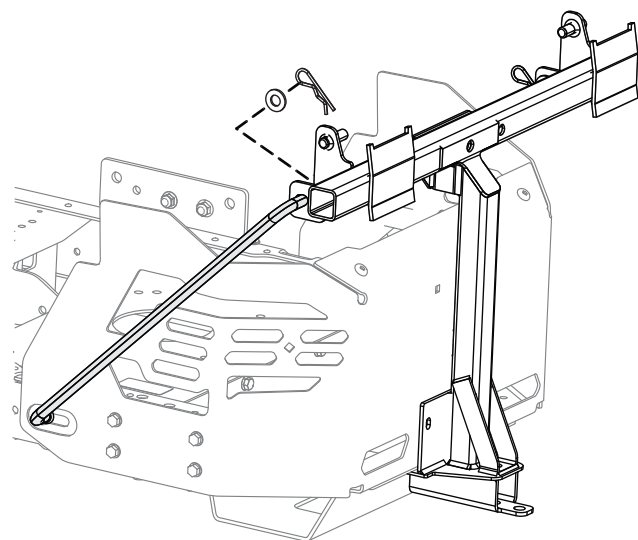

Figure 5
7. Placez l'extrémité évasée et coudée d'une tige dans le trou à détrompeur sur le côté gauche du cadre de la machine, et déplacez la tige vers l'arrière pour l'enclencher dans le cadre (Figure 5).